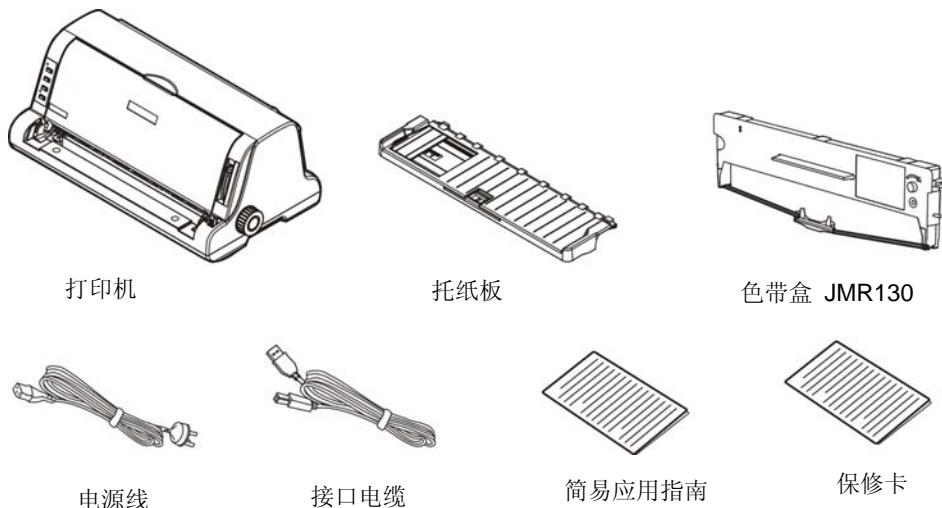

图 2-1 包装箱内打印机包装清单
在打印机包装箱内，应具有以下各项：(1) 打印机；(2) 托纸板；(3) 色带盒 JMR130；(4) 电源线；(5) 接口电缆；(6) 简易应用指南；(7) 保修卡（如图 2-1 所示）。如有遗漏，请向有关经销商联系。